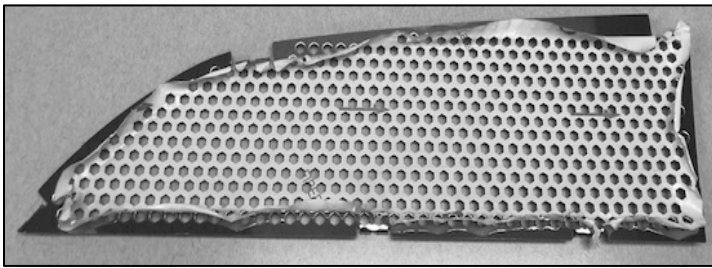

Fig. 1
3. Retirez la pellicule plastique des bords pour éviter de la coincer (fig. 1).